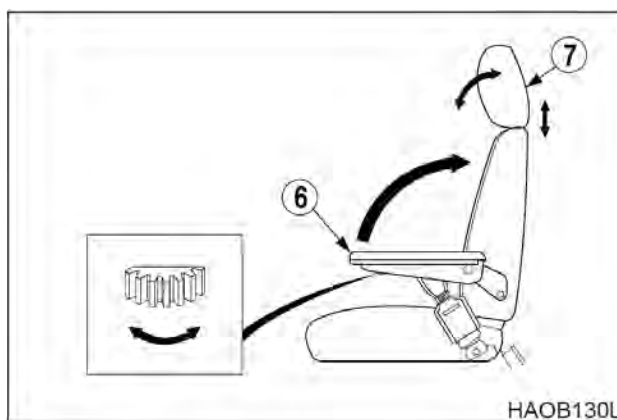

Рис. 85
**6. РЕГУЛИРОВКА УГЛА РАСПОЛОЖЕНИЯ ПОДЛОКОТНИКА (рис. 85)**
Регулировка угла левого и правого подлокотников производится поворотом колеса (6, рис. 85), расположенного в основании подлокотника. При регулировании угла, рукой поднять подлокотник, до поворота колеса.
**7. ПОДГОЛОВНИК (РИС. 85)**
Подголовник (7, рис. 85) можно регулировать вперед/назад и вверх/вниз. Двигать, держа за две стороны.